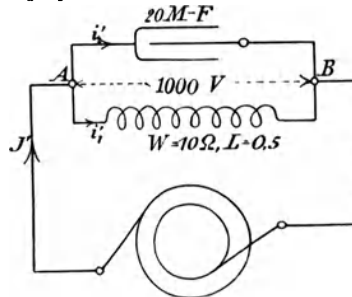

Fig. 115.
264. Der Kondensator von 20 [40] (16) MF und die Spule von 0,5 [0,4] (0,3) Henry und 10 [8] (2) Ω der Aufgabe 263 werden parallel geschaltet und an eine Spannung von 1000 V und 60 Perioden angeschlossen (Fig. 115). Gesucht wird: